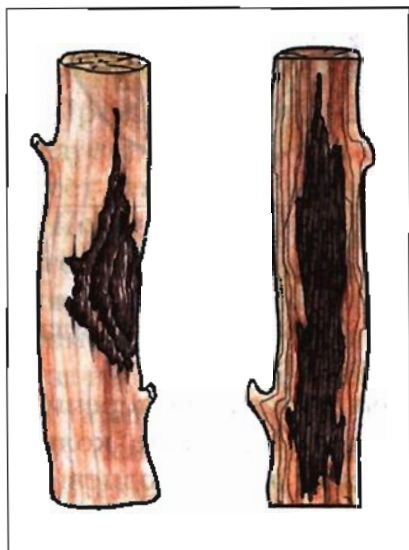

Рис. 98. Пороки древесины:
*Рак* (рис. 98, а) — рана на вершине ствола дерева, заражённая паразитическими грибами и бактериями. На хвойных породах в таких местах сильно выделяется смола. Древесина с раковым заболеванием рыхлая, засмолённая и хрупкая.
*Гниль* древесины (рис. 98, б) образуется под действием дереворазрушающих грибов. В начальной стадии появления гнили древесина приобретает необычную окраску. С течением времени она превращается в труху.